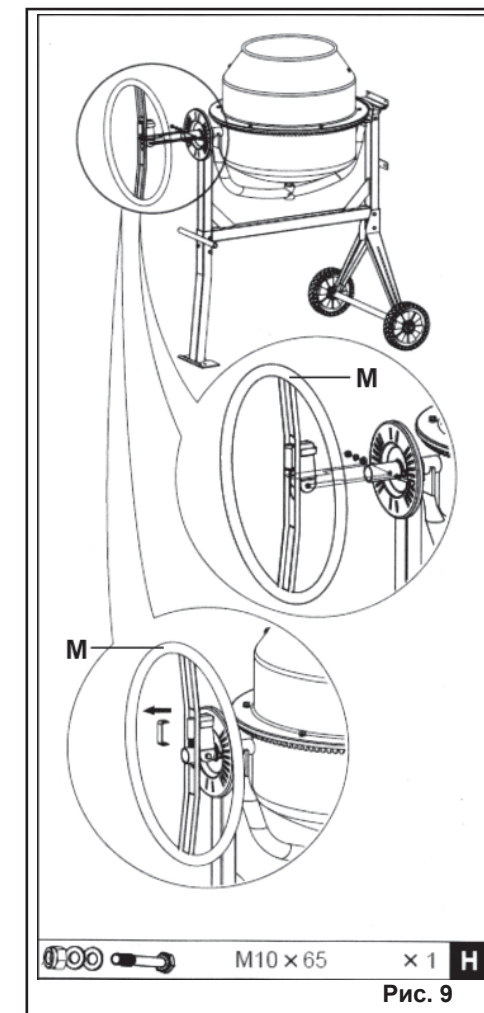

Рис. 9
6.8. Установите штурвал (М) на ступицу скобы, как показано на Рис. 9. Установите пружину и закрепите штурвал (М) на ступице используя комплект крепежа из пакета H.